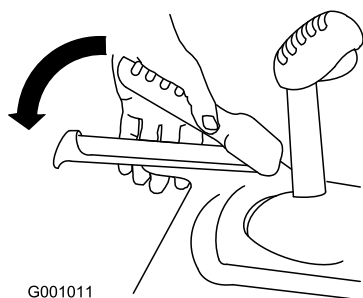

Рисунок 10
3. Прижмите левый рычаг (тяги) к рукоятке (Рисунок 10).
6. Прижмите левый рычаг (тяги) к рукоятке (Рисунок 10).